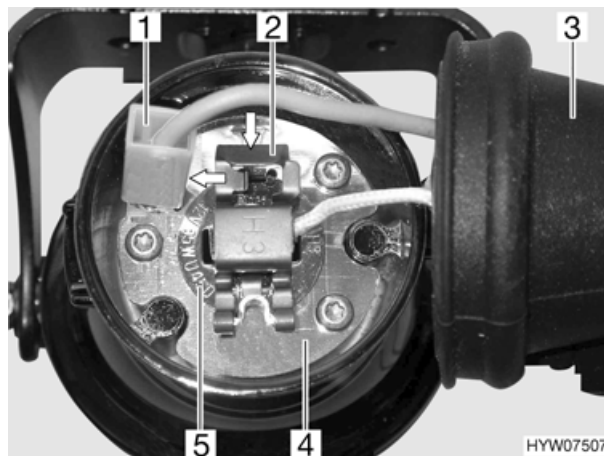

Bild 98 Nebelscheinwerfer
- Hinter den Nebelscheinwerfer greifen und Gummikappe (Bild 98,3) vom Lampengehäuse (Bild 98,4) ziehen.
- Minuskabel (Bild 98,1) vom Lampengehäuse ziehen.
- Halteklammer (Bild 98,2) zum Aushängen drücken und zur Seite schieben.
- Glühlampe (Bild 98,5) mit Kabel dem Lampengehäuse entnehmen.